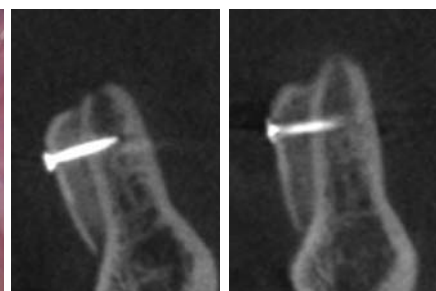

Abb. 13: Wundverschluss. – **Abb. 14:** Zwei Wochen post OP. – **Abb. 15:** DVT post OP. – **Abb. 16:** DVT vier Monate post OP.
7). Der Knochenblock diente nur als Verschalung, der Hohlraum wurde mit Kortikalisgranulat (5 cm³, DIZG), gemischt mit Eigenblut, gefüllt (Abb. 8 und 9). Nach der Vorbohrung im Block für die Befestigungsschrauben und Aufbringen des Span-Blut-Gemisches zum Ausgleich entstehender Inkongruenzen wurde der Block auf den Kieferkamm aufgelegt und mithilfe von jeweils zweier Schrauben (Syntes®, Durchmesser 1,2 mm, Länge 8 mm) befestigt (Verschalungstechnik modifiziert nach Khoury) (Abb. 10 bis 12). Dabei ist unbedingt der schaukelfreie Sitz des Augmentats zu beachten. Nach Reposition des Mukoperiostlappens und Überprüfung des völlig spannungsfreien Sitzes (Stoß auf Stoß) erfolgte der Wundverschluss mit Einzelknopfnähten im Abstand von 2–3 mm (Ethilon® 5.0) (Abb. 13).